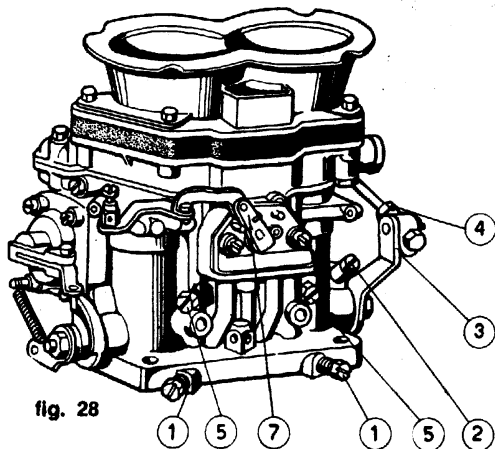

fig. 28
- 4 - Svitare la vite registro farfalle (2, fig. 28), riavvitarla fino a leggero contatto con la leva ed avvitare ancora di un giro.
- 5 - Allentare il controdado della vite registro aria (5, fig. 28) ed avvitare a fondo, senza forzare, lasciando poi lento il controdado.
- 6 - Avvitare a fondo la vite miscela minimo (1, fig. 28), senza forzare, quindi svitarla di un giro e mezzo.
- 4 - Desserer la vis de réglage papillons (2, fig. 28), la revisser jusqu'à ce qu'il ait un léger contact avec le levier et donner un autre tour de vis.
- 5 - Desserer le contre-écrou de la vis de réglage air (5, fig. 28) et visser à fond, sans forcer, en laissant le contre-écrou un peu lâche.
- 6 - Visser à fond la vis mélange ralenti (1, fig. 28), sans forcer; la dévisser ensuite d'un tour et demi.
- 4 - Unscrew throttle adjusting screw (2, fig. 28), screw it again till it comes slightly into contact with lever and screw it one turn more.
- 5 - Slacken the counter nut of air adjusting screw (5, fig. 28) and screw throughly, leaving unfastened the counter nut.
- 6 - Screw throughly idle fuel mixture screw (1, fig. 28) without tightening, then unscrew 1 1/2 turn.
a - Se i valori di depressione nei due condotti di un carburatore sono uguali, bloccare i controdadi della vite (5, fig. 28); in caso contrario svitare la vite di regolazione dell'aria di compensazione (5) corrispondente al cilindro il cui valore di depressione risulta più basso, fino a raggiungere lo stesso valore del cilindro corrispondente all'altro condotto del medesimo carburatore. Bloccare poi i controdadi.
b - Equilibrare la depressione fra i tre carburatori agendo sulla vite (2, fig. 28).
c - Agire sulle viti registro miscela minimo 1, fig. 28) fino ad ottenere, cilindro per cilindro, la dosatura ottimale del titolo di miscela. Nell'eventualità che, effettuate le operazioni (b, c), venisse alterata l'equilibratura fra i carburatori, è necessario ripetere le operazioni (a, b).
a - Si les valeurs de dépression dans les deux conduits d'un carburateur sont égales, bloquer les contre-écrous de la vis (5, fig. 28); dans le cas contraire, desserrer la vis de réglage de l'air de compensation (5) correspondant au cylindre dont la valeur de dépression est la plus basse, jusqu'à atteindre la même valeur que celle du cylindre correspondant à l'autre conduit du même carburateur. Bloquer les contre-écrous.
b - Equilibrer la dépression entre les trois carburateurs en agissant sur la vis (2, fig. 28) (Le Synchro - Test doit donner la même chose sur chaque carburateur) de façon à ce que le régime du moteur soit environ 800 tours/.
c - Agir sur les vis de réglage mélange ralenti (1, fig. 28) jusqu'à obtenir, cylindre par cylindre, le dosage optimal du titre du mélange.
a - If the vacuum values in the two ducts of a carburetor are equal lock the counter nuts of screw (5, fig. 28); otherwise slacken air adjustment screw (5) corresponding to the cylinder where vacuum values is lower up to reachment same value of the other cylinder. Then lock the counter nuts.
b - Adjust equally vacuum among the three carburetors by acting on screw (2, fig. 28); the sincro-test should report the same value with engine running at 800 r.p.m.
c - Operate on idle mixture adjusting screws (1, fig. 28) until the optimum mixture strength has been obtained for each cylinder.
a - Se le depressioni nei due condotti di un carburatore sono uguali, bloccare i controdadi della vite (5, fig. 28); in caso contrario svitare la vite (5) di regolazione dell'aria di compensazione corrispondente al cilindro il cui valore di depressione risulta più alto, fino a raggiungere lo stesso valore del cilindro corrispondente all'altro condotto del medesimo carburatore. Bloccare poi i controdadi.
2 - En maintenant toujours le moteur à un régime de 800÷1000 tours, on effectue la synchronisation des deux corps de chaque carburateur de la façon suivante: a - Si les valeurs de dépression dans les deux conduits d'un carburateur sont égales, bloquer les contre-écrous de la vis (5, fig. 28); dans le cas contraire, desserer la vis de réglage de l'air de compensation (5) correspondant au cylindre dont la valeur de dépression est la plus élevée, jusqu'à atteindre la même valeur que celle du cylindre correspondant à l'autre conduit du même carburateur. Bloquer les contre-écrous.
a - If vacuum in the two ducts of a carburetor are equally, lock the counter nut of screw (5, fig. 28); otherwise unscrew the air adjusting screw (5) corresponding to the cylinder where the vacuum value is higher, in order to reach the same value of the cylinder corresponding to the other duct of the same carburetor. Lock the counter nuts.
b - Operando con una sola serie di vuotometri, equilibrare la depressione fra i tre carburatori agendo sulla vite (2, fig. 28) (i tre vuotometri devono indicare lo stesso valore) in modo che il regime del motore sia di circa 800 g'.
c - Agire sulle viti registro miscela minimo (1, fig. 28) fino ad ottenere, cilindro per cilindro, l'ottima dosatura del titolo della miscela. Nell'eventualità che, effettuate le operazioni (b, c), venisse alterato l'equilibrio dei vuotometri, è necessario ripetere le operazioni (a, b).
b - En n'opérant qu'avec une seule série de vacuomètres, équilibrer la dépression entre les trois carburateurs en agissant sur la vis (2, fig. 28) (les trois vacuomètres doivent donner la même valeur) de façon à ce que le régime du moteur soit environ 800 tours/.
b - By operating with only one set of vacuum-gauges, adjust the vacuum value among the three carburetors acting with screw (2, fig. 28) - the three gauges must indicate the same value - to that the engine is running at 800 r.p.m. approx.
c - By acting with the idle adjustment screws (1, fig. 28) each cylinder, reach the optimum mixture strength. After operations (b, c) the tuning of the gauges is altered, it is necessary to repeat operations (a, b).